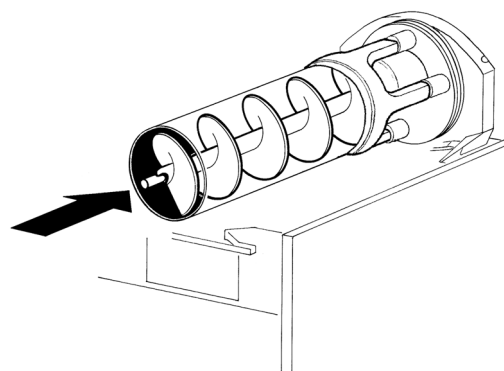

figura 15
- 5 Inserire l'elica interna nell'evaporatore facendo attenzione ad accompagnarla fino in fondo ed evitando di farle urtare la parete posteriore (vedere figura 15).